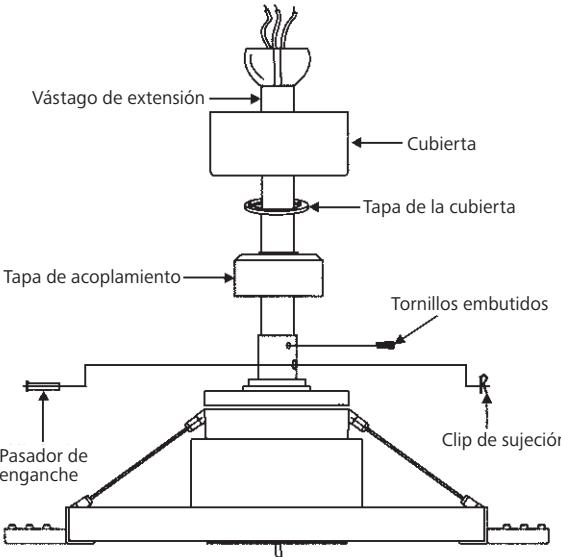

Fig. 10
Paso 8. Deslice la tapa de acoplamiento, la tapa de la cubierta y la cubierta sobre el vástago de extensión. (Fig. 10)